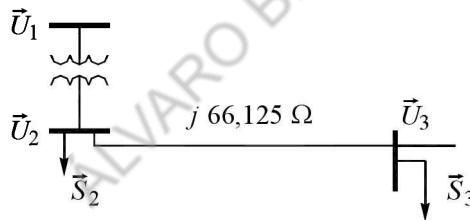

Figura 2.15 Esquema unifilar para el Problema 2.9.
- 2.9** El esquema unifilar de un sistema eléctrico trifásico se muestra en la Figura 2.15. La reactancia del transformador es del 20 % referida a una base de 100 MVA y 23/115 kV. La impedancia de la línea es $\vec{Z} = j66,125 \Omega$. La carga en el nudo 2 es $\vec{S}_2 = 184,8 \text{ MW} + j 6,6 \text{ MVAR}$ y en el nudo 3 es $\vec{S}_3 = 0 \text{ MW} + j20 \text{ MVAR}$. Se quiere mantener la tensión en el nudo 3 a 115 kV. Trabajando en el sistema por unidad, determine la tensión en los nudos 2 y 1.